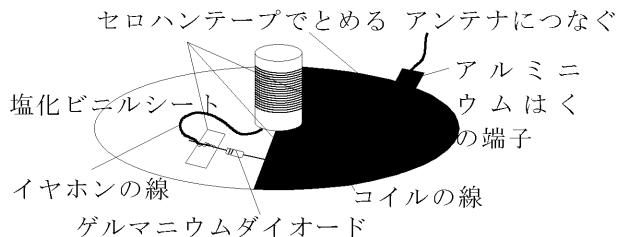

図12 アルミニウムはくの端子を固定
- (9) 10cm四方のアルミニウムはくをたたんで、幅2cm、長さ5cm程度の端子をつくる。
- (10) 方法(8)で作った端子を塩ビシートに貼ったアルミニウムはくの上にセロハンテープで固定する（図12）。